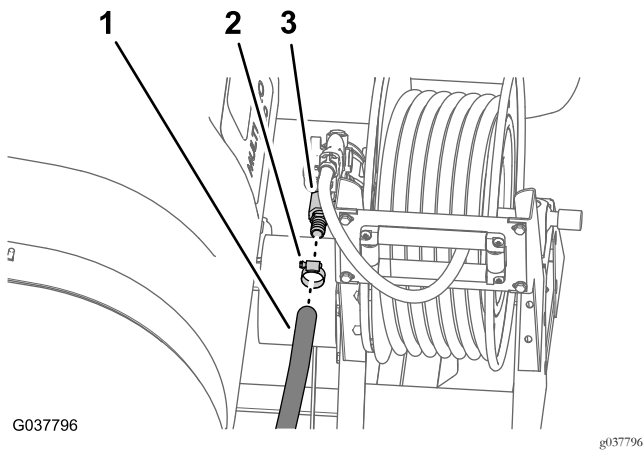

Bild 40
1. Entfernen Sie die Schlauchklemme, mit der der Zulaufschlauch an der geraden Schlauchzahnung der Schlauchtrommel befestigt ist (Bild 40).
2. Nehmen Sie den Schlauch von der Schlauchzahnung (Bild 40) ab.